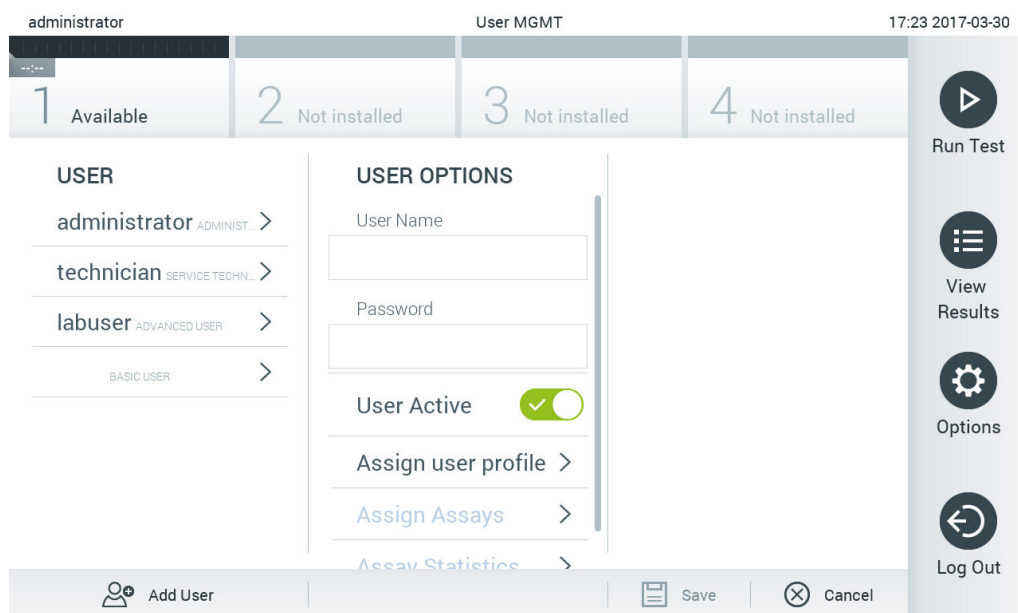

Figura 63. Adicionando um novo usuário.
1. Pressione o botão Options (Opções) e o botão User Management (Gerenciamento de usuários). A tela User Management (Gerenciamento de usuários) é exibida na área de conteúdo da tela (Figura 63).